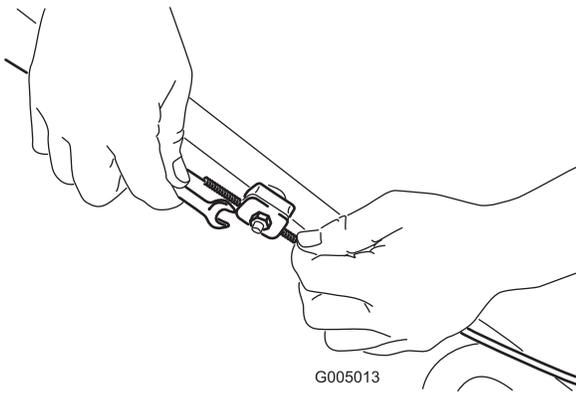

Figure 30
1. Desserrez l'écrou du support de guidage du câble (Figure 30).